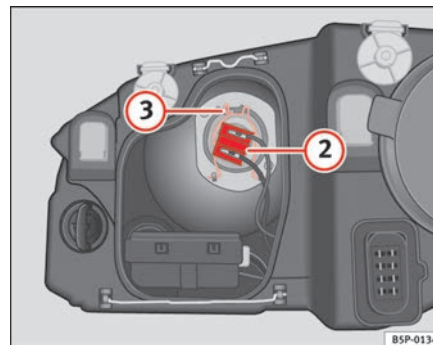

Fig. 188 Luz de cruce
- Extraiga el conector ⇒ página 272, fig. 188 ② de la lámpara.
- Desenganche el resorte retentor ⇒ página 272, fig. 188 ③ presionándolo hacia dentro y a la derecha.